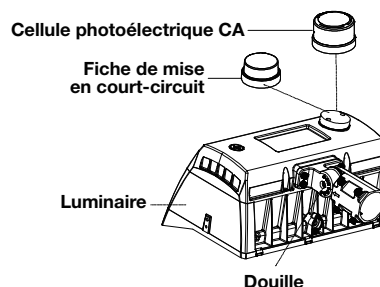

figure 17
- Lorsque la fonction n'est pas requise, la fiche de mise en court-circuit devrait être installée à l'arrière du luminaire (figure 17).